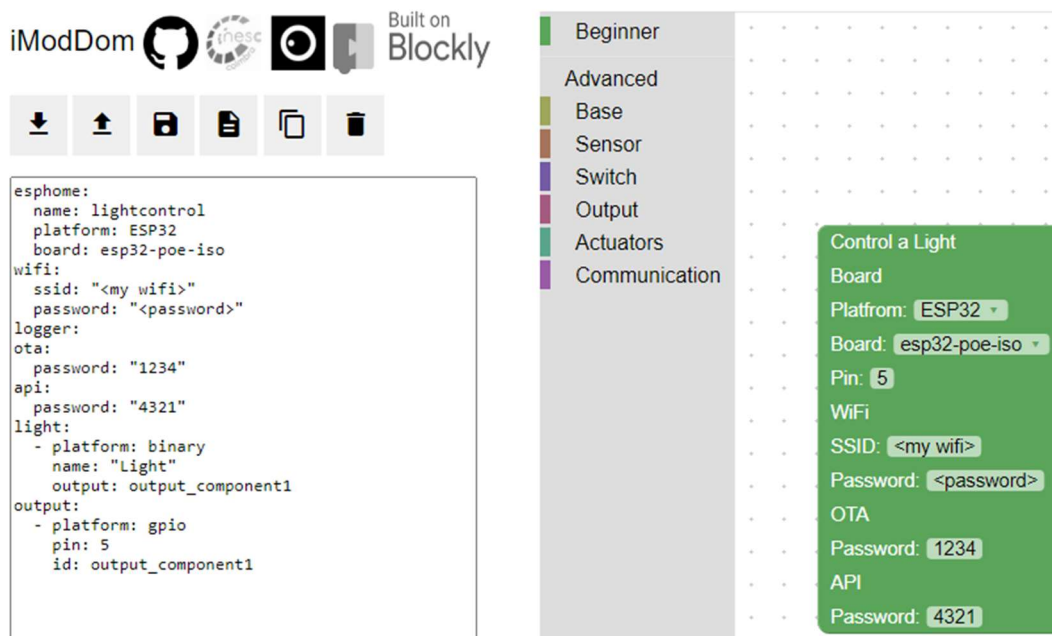

Figura 13 - Código Gerado
2. Clique no ícone para gerar o código e note que o código gerado apresenta diferenças face ao anterior, uma vez que têm funções diferente (Figura 13).